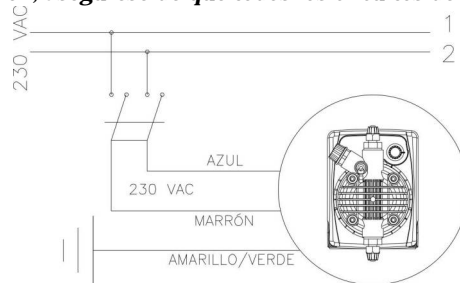

Fig. 4
- 1. Asegúrese de que esté desactivada eléctricamente (ambas polaridades) desconectando los conductores de los puntos de contacto de la red con el interruptor omnipolar de distancia mínima entre contactos de 3 mm. (Fig. 4).**
1. Asegúrese que esté desactivada eléctricamente (ambas polaridades) desconectando los conductores de los puntos de contacto de la red con el interruptor omnipolar de distancia mínima entre contactos de 3 mm. (Fig. 4).
b.- Respete las leyes en vigor de cada país por lo que concierne a la instalación eléctrica (Fig. 4).
- a. Asegúrese de que esté desactivada eléctricamente (ambas polaridades) desconectando los conductores de los puntos de contacto de la red con el interruptor omnipolar de distancia mínima entre contactos de 3 mm. (Fig. 4).